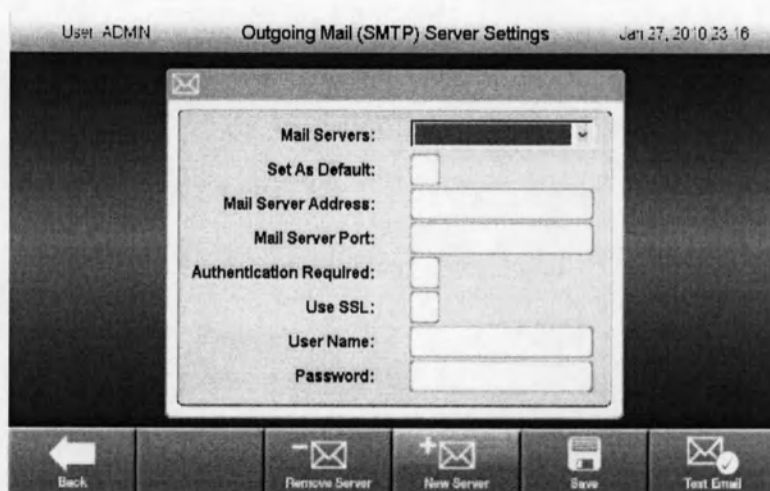

Рисунок 11. Кнопка New Server.
1. Нажмите кнопку **New Server (Новый сервер)** (рис. 11).